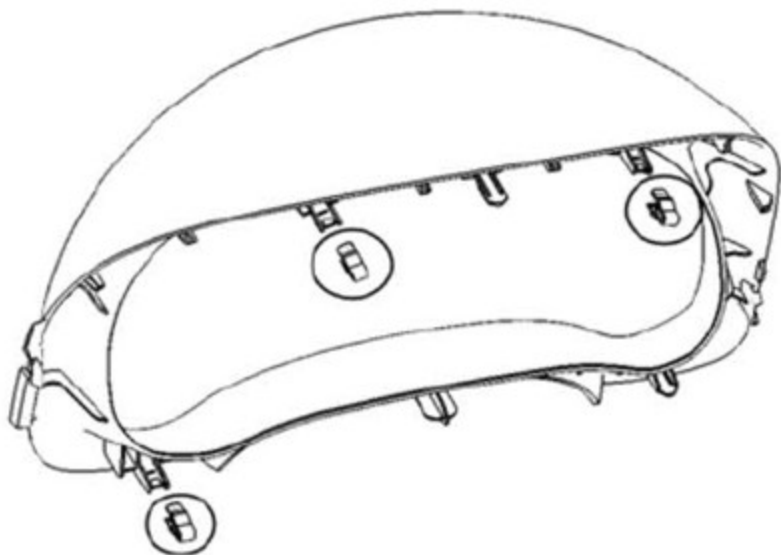

图 35 组合仪表罩背面结构示意图
- 注意：(1) 拆卸该零件时请戴上手套保护您的双手；
- (2) 拆卸前请了解产品背面结构，该产品有三个安装卡扣安装在背面（见图 35），其余都是产品本身结构安装。
- (3) 拆卸该产品时不建议用一字螺丝刀等工具拆卸，会破坏产品外表面。